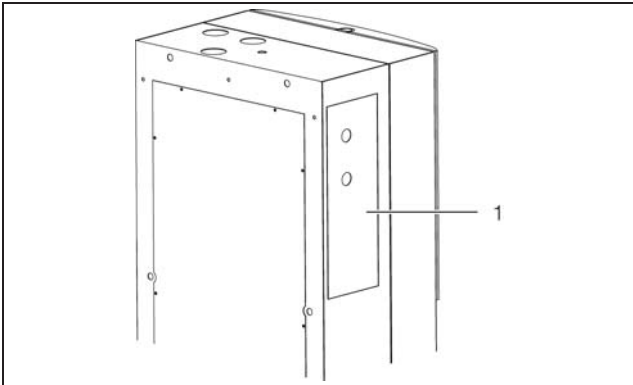

Abb. 45: SPS-Anschluss (3360.100, 3360.250, 3360.470)
- Öffnen Sie die Serviceklappe (Abb. 45, Pos. 1) an der linken Seite des Chillers.
- **Nur Typen 3360.100, 3360.250, 3360.470:** Öffnen Sie die Serviceklappe (Abb. 45, Pos. 1).